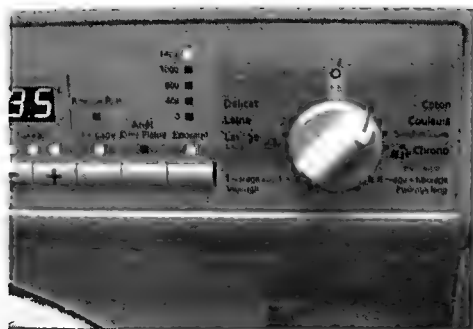

Рис. 3.15.25. Положение рукоятки селектора программ перед выполнением регулировки механизма распределения воды
- рукоятку селектора программ устанавливают в положение «Хлопок» (рис. 3.15.25);